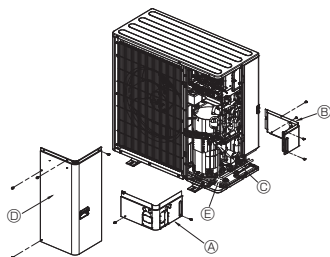

Fig. 4-3
4.3. Šaltnešio vamzdeliai (Fig. 4-3)